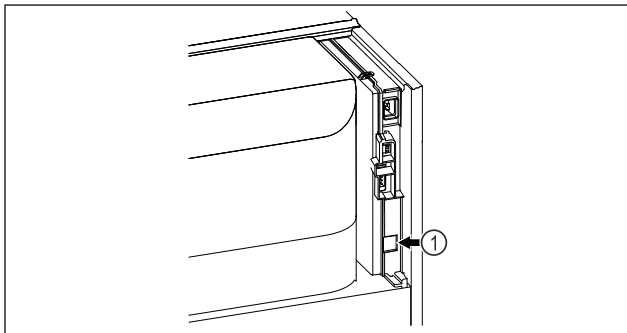

Fig. 146
- SmartModule Fig. 146 (1) ir ievietots.